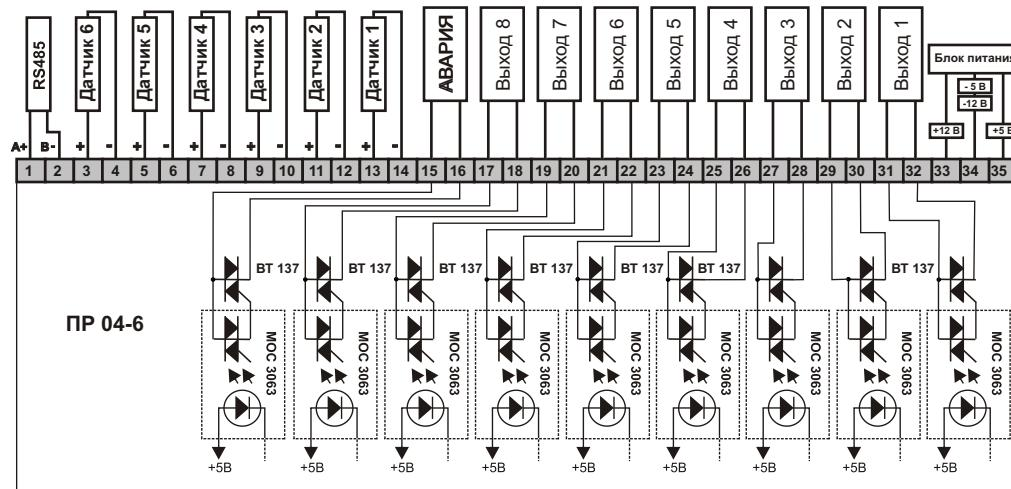

Рис. 1
* При серийном производстве приборов в качестве выходов устанавливаются симисторы ВТ 137, как указано на рис. 1 (При полной комплектации - 8 регулирующих выходов).